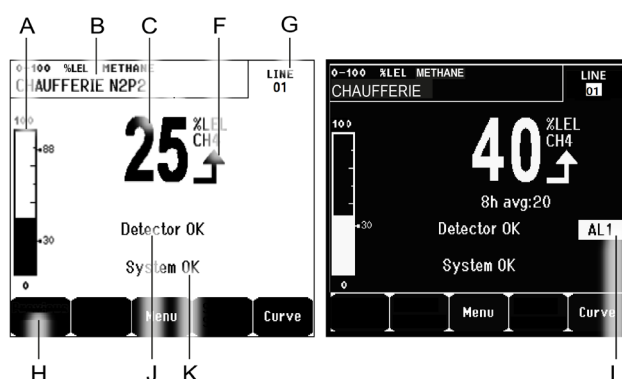

Abbildung 17: Beispiel einer Messanzeige im Normalmodus und Graufstufen-Modus
- L. Zone, in der aktivierte Alarme mit blinkenden Grenzwertanzeigen angezeigt werden. Der Bildschirm ändert sich zu einem invertierten Video (Abbildung 17).